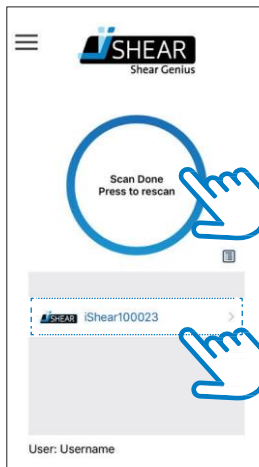

Figure 16 – iShearへ接続
3. 'Scan Done Press to rescans' (Figure 16参照)を押す。
4. 接続したいiShearを押し (Figure 16参照)、接続成功すると測定画面が自動的に表示されます。(Figure 10, 第 3.3.3章)